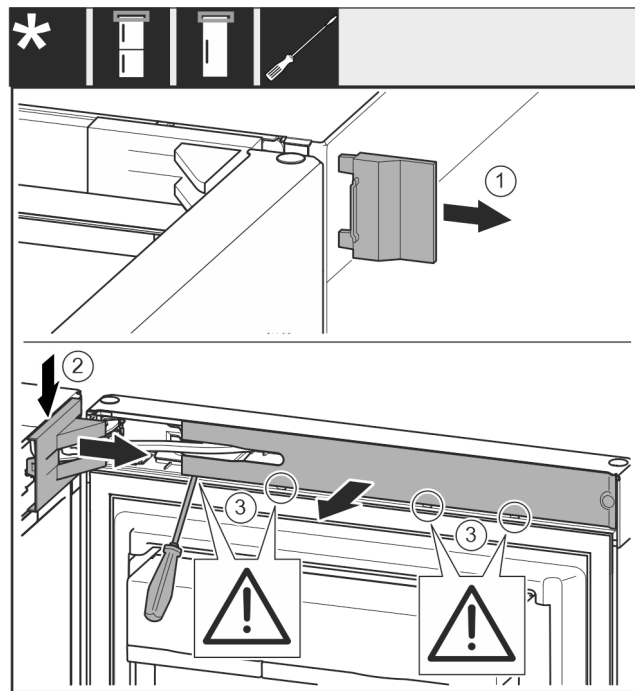

Fig. 5
- ▶ Vegye le a külső fedelet. Fig. 5 (1)
- ▶ Pattintsa ki és oldja ki a csapágybak fedelét. Vegye le a csapágybak fedelét. Fig. 5 (2)
- ▶ Pattintsa ki a takarólemezt lapos csavarhúzóval, és fordítsa oldalra. Fig. 5 (3)